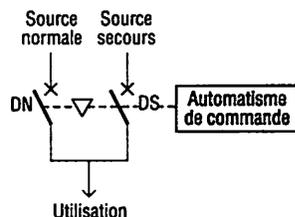

Fig. 1 : Inverseur de sources.
1.2. Inverseur de sources (fig. 1)